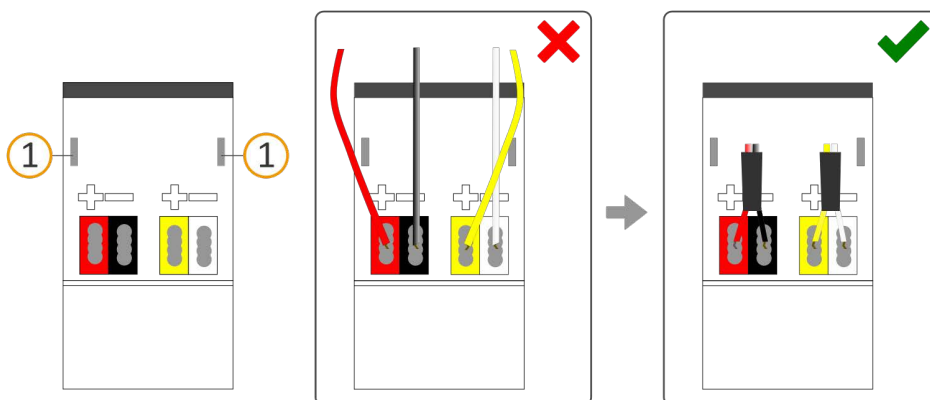

Abbildung 12: Kabelführung
- a. Führen Sie alle Kabel nach hinten. Die Öffnungen zur Befestigung der Abdeckkappe (siehe Abbildung 12, Pos. 1) müssen frei sein. Alle Kabel müssen sich zwischen den Öffnungen befinden.